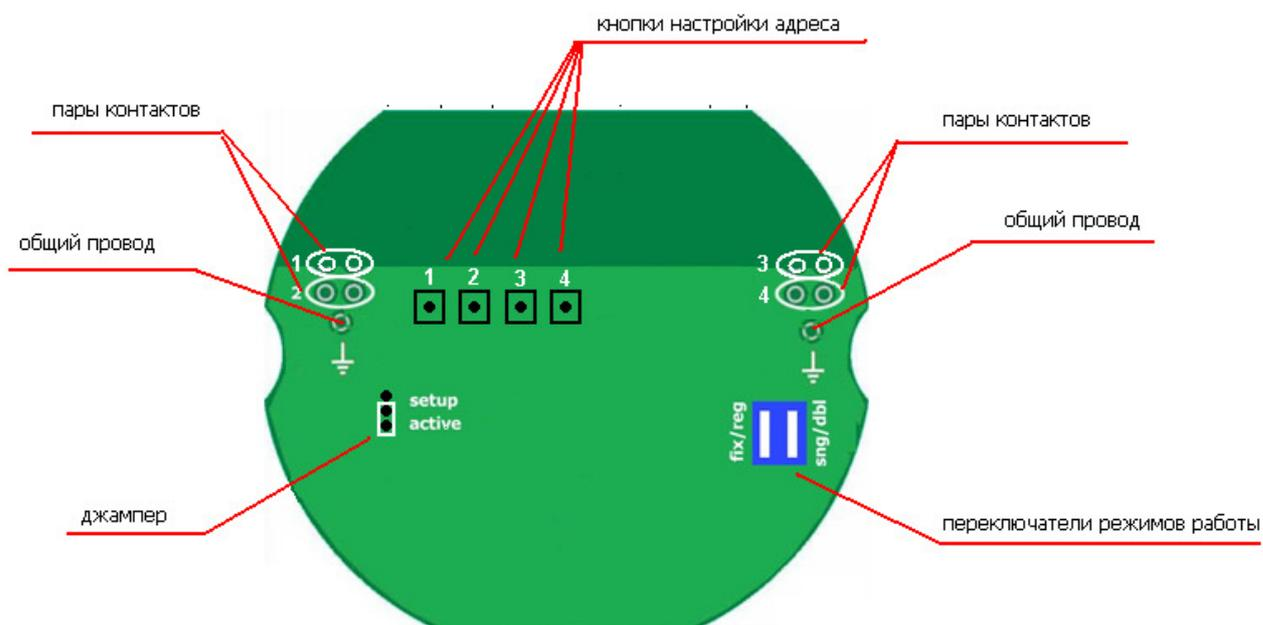

Рисунок 1. Контроллер AT106.
- Установите джампер в положение «Setup» (рисунок 1). Светодиод станет гореть непрерывно.